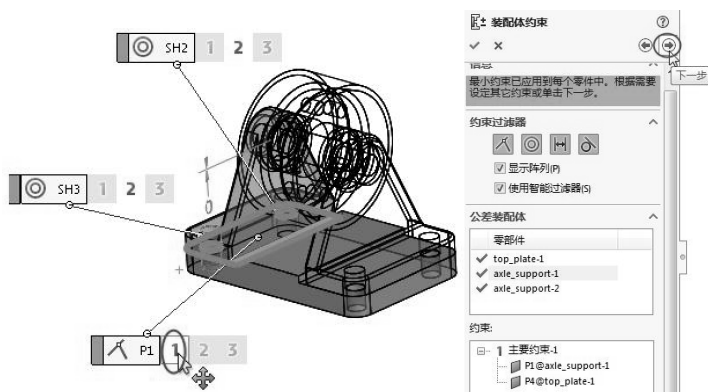

图 5-67 显示 axle_support - 1 零部件的主要约束
- 同理，选择 axle_support - 1 零部件，单击 P1 约束【1】，显示该零部件的主要约束。完成后单击【下一步】按钮，如图 5-67 所示。